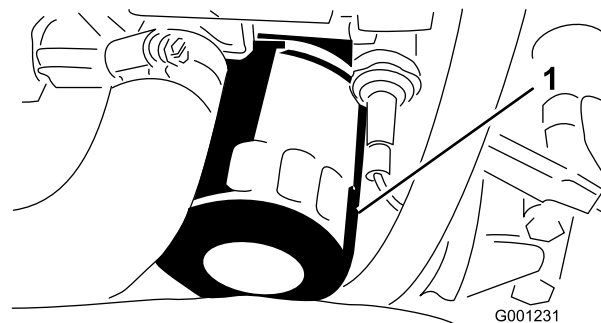

Figure 50
6. Déposez et remplacez le filtre à huile (Figure 50).